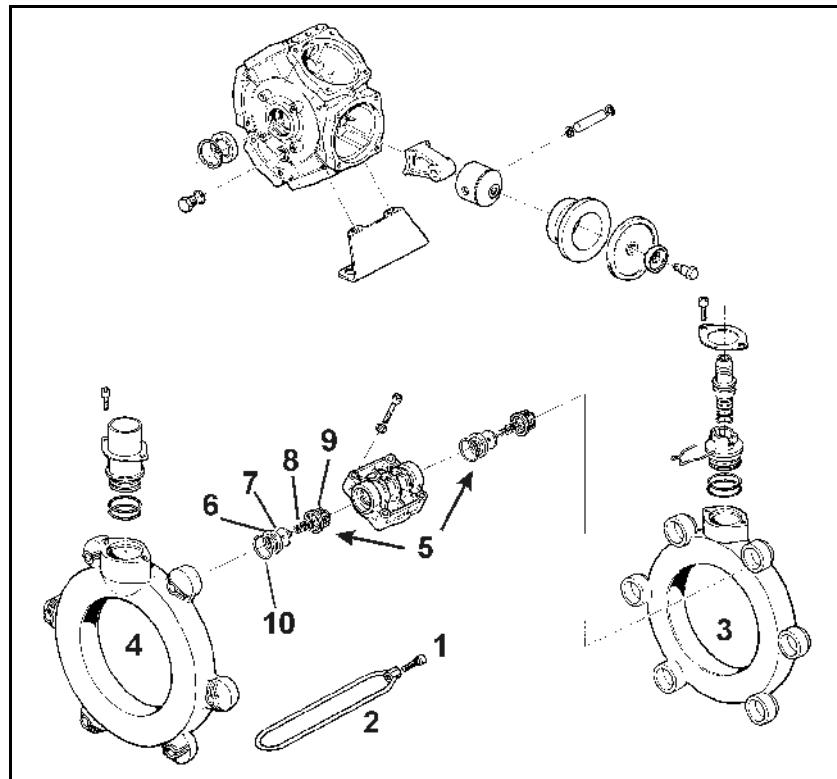

Fig. 148
1. Oljenivået skal være synlig i markeringen (Fig. 148/1) når pumpen står stille i vannrett stilling.
2. Lokket (Fig. 148/2) tas av og olje fylles på når oljenivået ikke er synlig i markeringen (Fig. 148/1).
2. Ta av lokket (Fig. 148/2).
5. Inngangsakselen dreies vekselvis mot høyre og venstre samtidig som det fylles langsomt på olje. Den korrekte oljemengden er påfylt når oljen er synlig i markeringen (Fig. 148/1).
- Legg merke til hvordan ventilene på suge- og trykksiden er montert før du demonterer ventilgruppene (Fig. 148/5).
- Når delene monteres igjen, må du påse at ventilstyringen (Fig. 148/9) ikke skades. Skader kan føre til at ventilene blokkeres.
- Skruene (Fig. 148/1) må alltid skrus fast over kryss med det oppførte dreiemomentet. Er ikke boltene strammet korrekt, gjør det at pumpen blir utett.
2. Løsne skruene (Fig. 148/1) og fjern spennbøylen (Fig. 148/2).
3. Ta av suge- og trykkrøret (Fig. 148/3 og Fig. 148/4).
4. Ta av ventilgruppene (Fig. 148/5).
5. Kontroller om ventilsetet (Fig. 148/6), ventilen (Fig. 148/7), ventilfjærerne (Fig. 148/8) og ventilstyringen (Fig. 148/9) er skadd eller slitt.
6. Ta av o-ringen (Fig. 148/10).
8. Når ventilgruppene (Fig. 148/5) er kontrollert og rengjort, monteres de igjen.
9. Sett på nye o-ringer (Fig. 148/10).
10. Flens suge- (Fig. 148/3) og trykkanalen (Fig. 148/4) på pumpehuset og monter spennbøylen (Fig. 148/2).
11. Trekk til skruene (Fig. 148/1) over kryss med et dreiemoment på **11 Nm**.